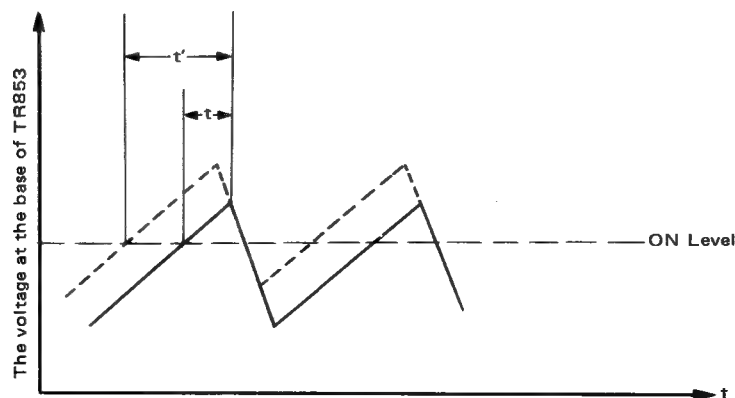

Fig. 45 Abb. 45
1. Control Circuit (See Fig. 45)
As shown in Fig. 45, DC sawtooth wave voltage is applied to the TR853 base causing ON time (t) to vary according to DC voltage variation.
1. Steuerkreis (siehe Bild 45)
Wenn sich die plus 160 Volt Leitungsspannung ändert, arbeitet der Schaltkreis in folgender Weise: Wie im Bild 45 dargestellt, wird die Sägezahn-Gleichspannung der Basis von TR853 zugeführt, dadurch wird der Einsshaltzeitrekter (t) gezwungen, sich im Einklang mit der Gleichspannungsänderung zu bewegen. Der auf diese Weise erzeugte Impuls wird weiter durch TR852 verstärkt und steuert somit den Umlaufwinkel von TR851. Um Sägezahnschwingungen zu erzeugen, wird ein negativer Horizontalimpuls geklemmt und auf plus 24 Volt begrenzt, nachdem er durch C857 und D858 dem Widerstand R864 zugeführt und durch R868 und C854 integriert wurde.